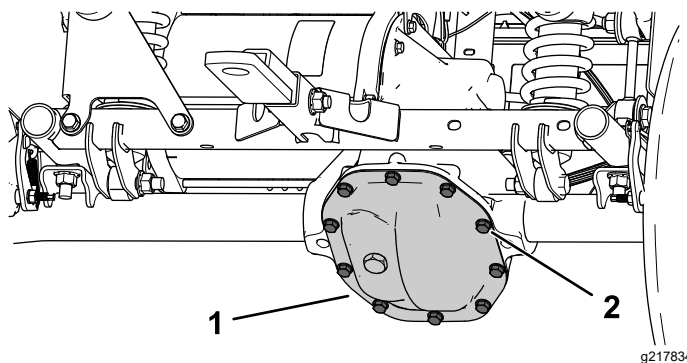

Figura 51
1. Alinhe um recipiente de escoamento com a cobertura da transmissão (Figura 51).
2. Retire os parafusos da cobertura da transmissão e drene completamente o fluido (Figura 51).